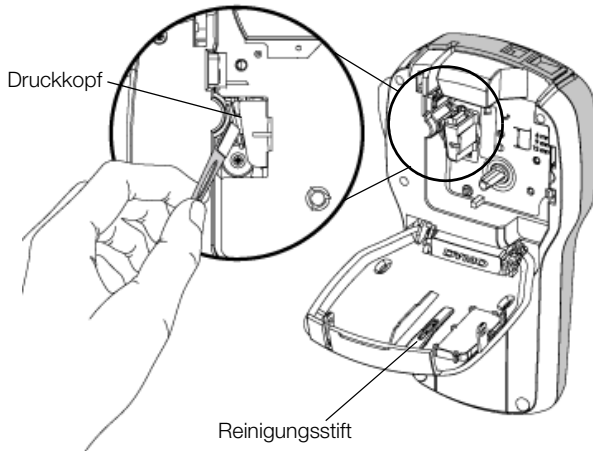

Abbildung 8
- 2 Nehmen Sie den Reinigungsstift aus dem Deckel des Etikettenfachs (siehe Abbildung 8).
- 3 Säubern Sie den Druckkopf vorsichtig mit der weichen Seite des Stiftes (siehe Abbildung 8).